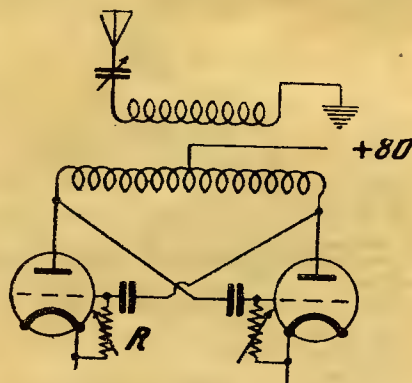

Рис. 1. Схема приемника.
Сотрудник Нижегородской Радиолaborатории Б. Л. Максимов, автор „Микродина“, сконструировал оригинальный сверхрегенеративный приемник. Схема (рис. 1) представляет собою двухтактную „схему Флюэллинга“, в которой сверхрегенерация достигается изменением величины утечки сетки (R) или сеточного конденсатора, или, наконец, обоих их вместе.
В схеме (рис. 1) показаны отдельные мегомы — их можно для удобства манипулирования свести в один; величина его должна изменяться от 2 до 8—10 мегомов. Сеточные конденсаторы берутся по 200 см; обязательна хорошая изоляция гнезд ламп и отсутствие больших утечек в конденсаторах.